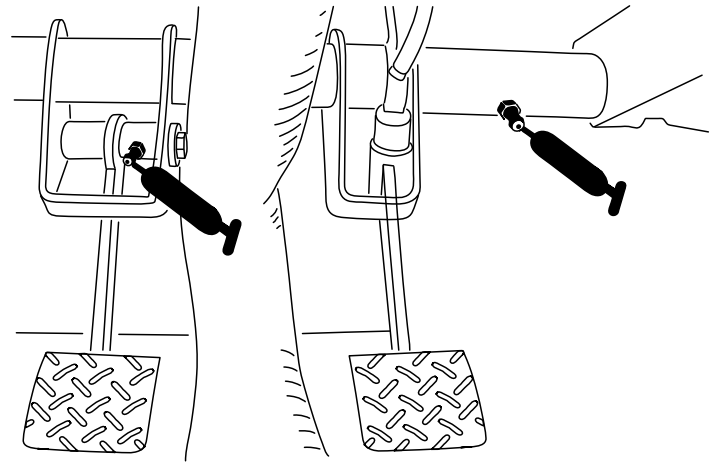

Bild 31
- **Kupplung (1)**, siehe Bild 31
- **Bremse (1)**, siehe Bild 31